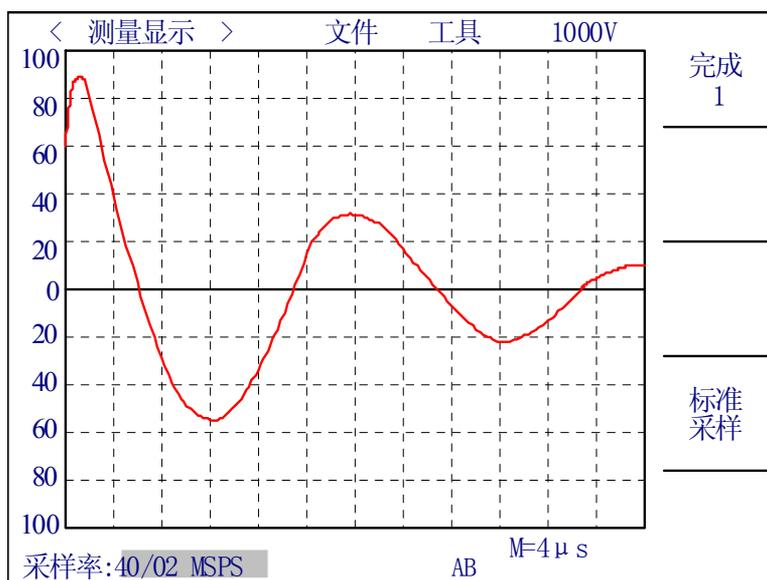
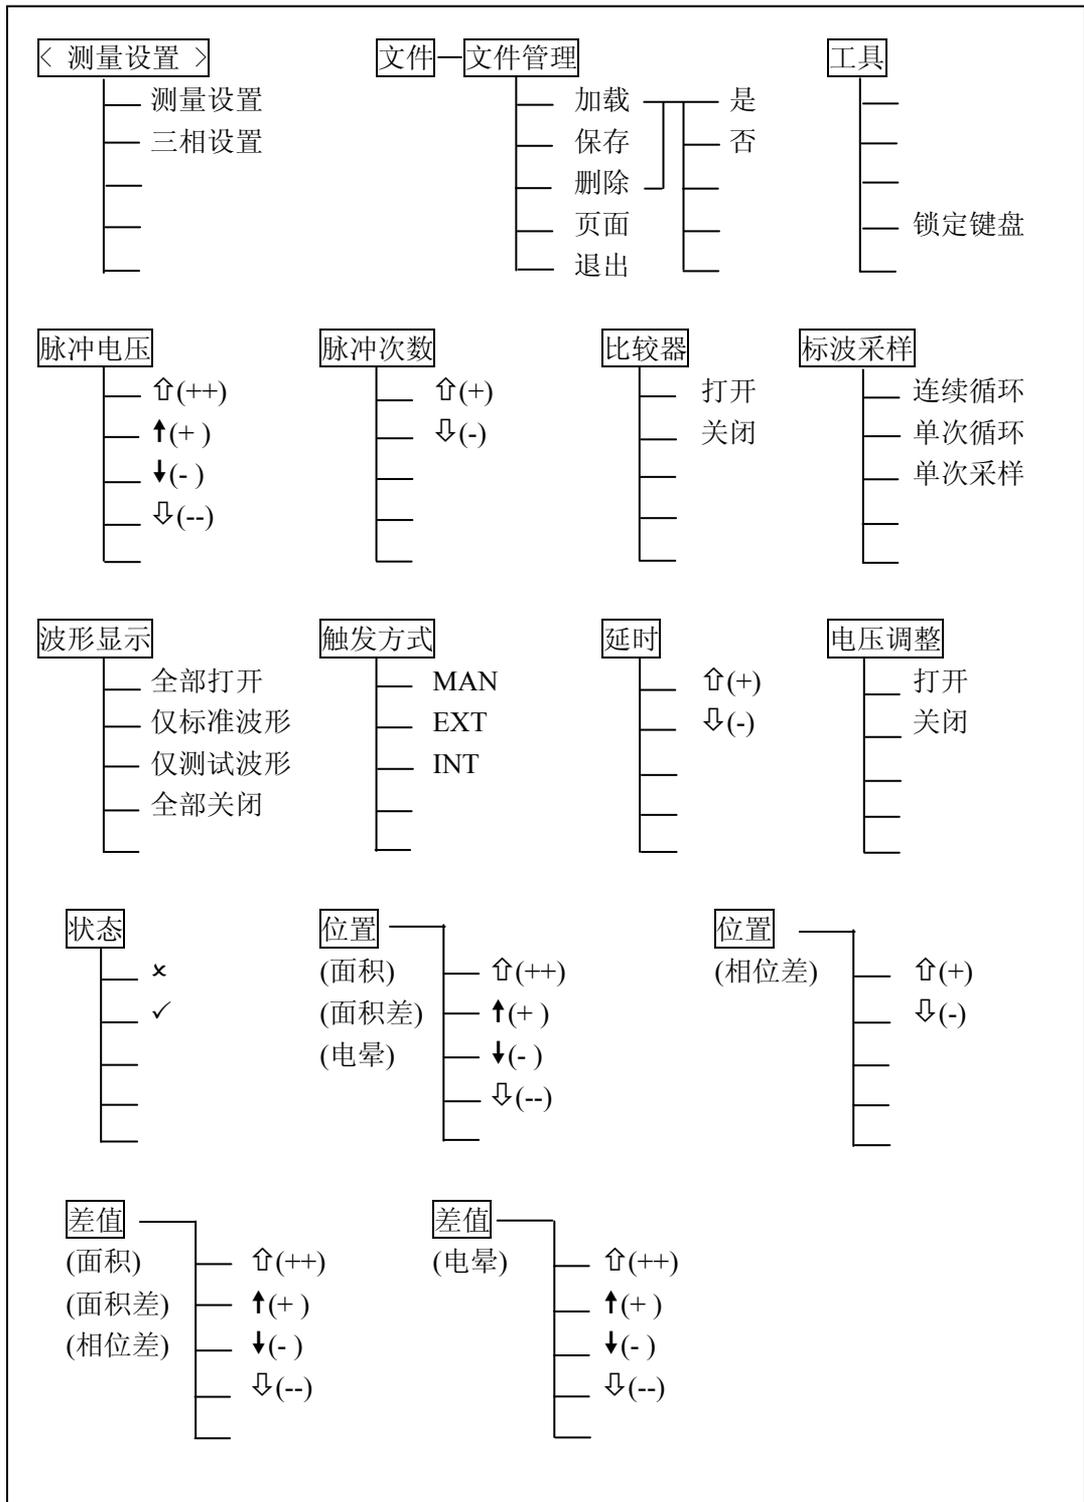

图 4-10 标准波形采样-单次采样
图 4-11 测量设置页面上的可用软键
3. 单次采样：如果用户大概了解被测线圈与谐振电容（2000pF）的振荡频率，那么可以选择单次采样。该方式下可以做样本平均。操作如图 4-10。
按 **SETUP** 菜单按键，或者在三相设置页面按**三相设置**软键进入测量设置页面，这个页面主要设置测量参数和比较条件，这些参数包括：脉冲电压(IMP VOLT)、脉冲次数(IMP NUMS)、比较器开关(COMPARATOR)、标准波形采样方式(SWAVE SAMP)、波形显示方式(WAVE DISP)、触发方式(TRIG MODE)、延时(DELAY)、电压调整(VOLT ADJ)，还有四种比较方法的设置。图 4-10 是测量设置页面，图 4-11 是测量设置页面上的可用软键。